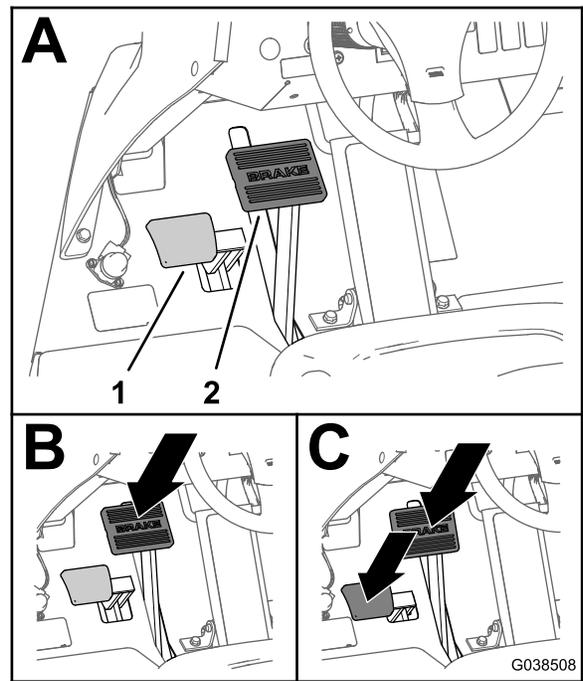

Bild 19
- Drücken Sie das Betriebsbremspedal und das Feststellbremspedal gleichzeitig durch (Bild 19).
- Treten Sie das Betriebsbremspedal durch (Bild 19).